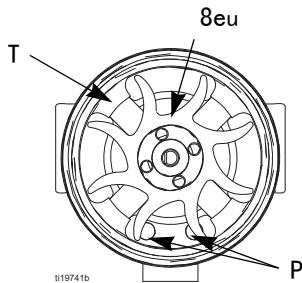

图 28. 风扇方向
12. 将线圈组件（8a）固定在工作台上，使风扇端朝上。将风扇（8e）按压在转轴（S）的较长端上。风扇叶片方向必须与图 28 所示保持一致。